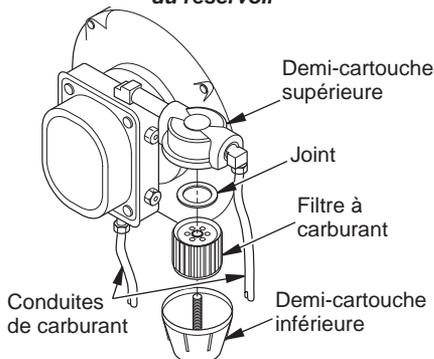

Figure 17 - Cartouche avec filtre de pompe à carburant
2. Retirez le filtre à carburant et le joint de la demi-cartouche inférieure (voir figure 17).